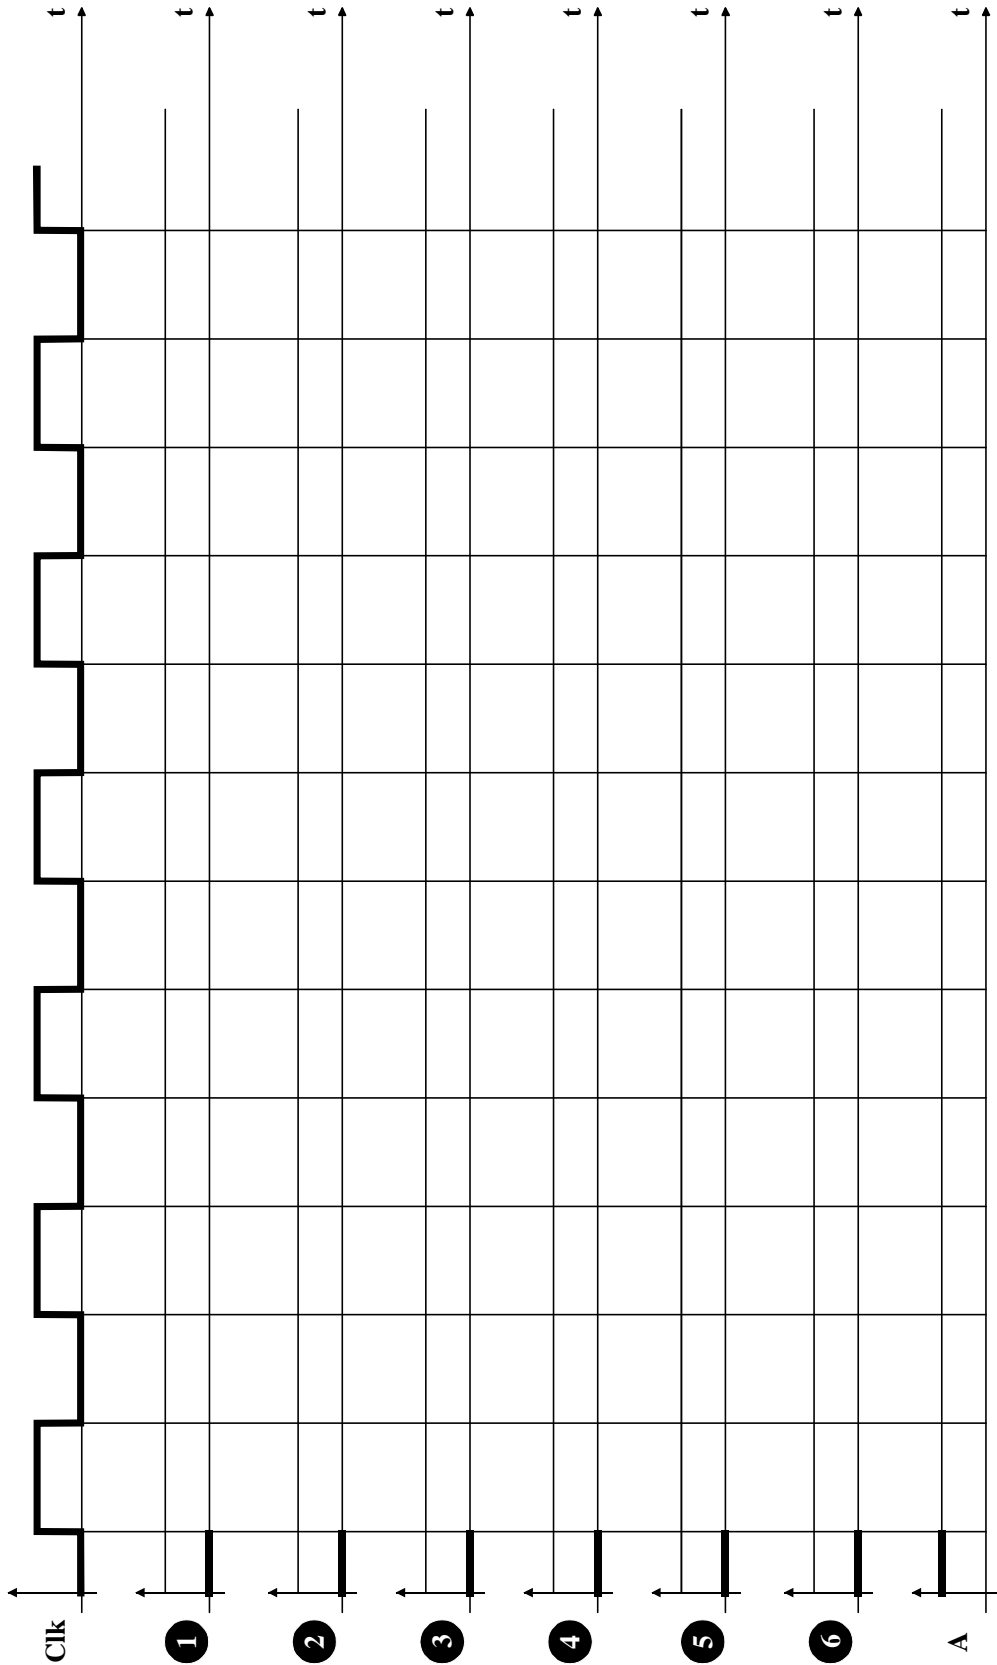

Bild 2-2 Signalverläufe
- a) Vervollständigen Sie die Signalverläufe im Bild 2-2. Nehmen Sie dabei eine einheitliche Verzögerungszeit der Gatter an ( $t_{pd} \sim 0,1 t_{cycle}$ ). Der Takt-Skew sei zu vernachlässigen.